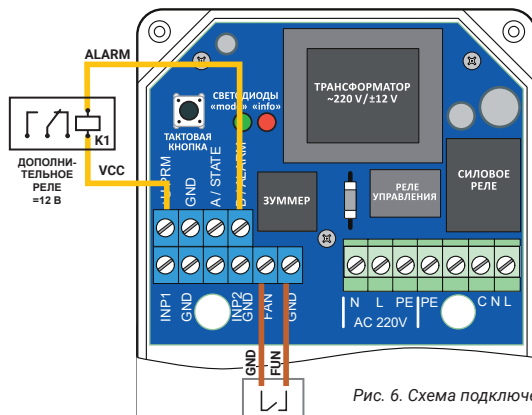

Рис. 6. Схема подключения внешнего проводного выключателя и дополнительного реле
5.5 Клеммы для подключения дистанционного выключателя закрытия/открытия водоснабжения: **FUN, GND** (рис. 6). При замыкании между собой клемм FUN и GND подключенные к блоку управления шаровые электроприводы закроются, при размыкании — откроются.
5.7 Для управления внешними устройствами к блоку управления возможно подключение **дополнительного реле GIDROLOCK**. Схема подключения приведена на рис.6.